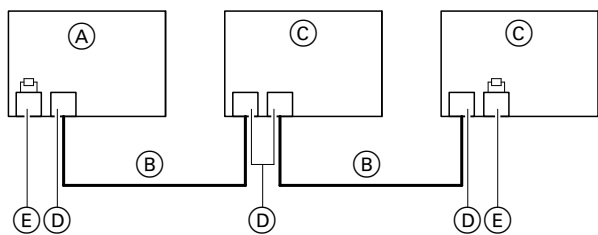

Abb. 51
- Der Viessmann CAN-BUS ist für die BUS-Topologie „Linie“ mit beidseitigem Abschlusswiderstand (Terminierung) ausgelegt: Siehe Abb. 51.